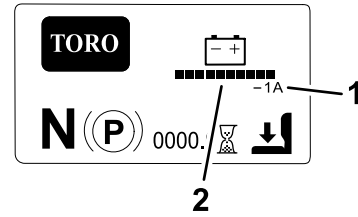

图 19
- **主信息屏幕**图 19 在钥匙处于开启位置时显示当前机器信息。此屏幕可显示电池系统的电量水平和电流。